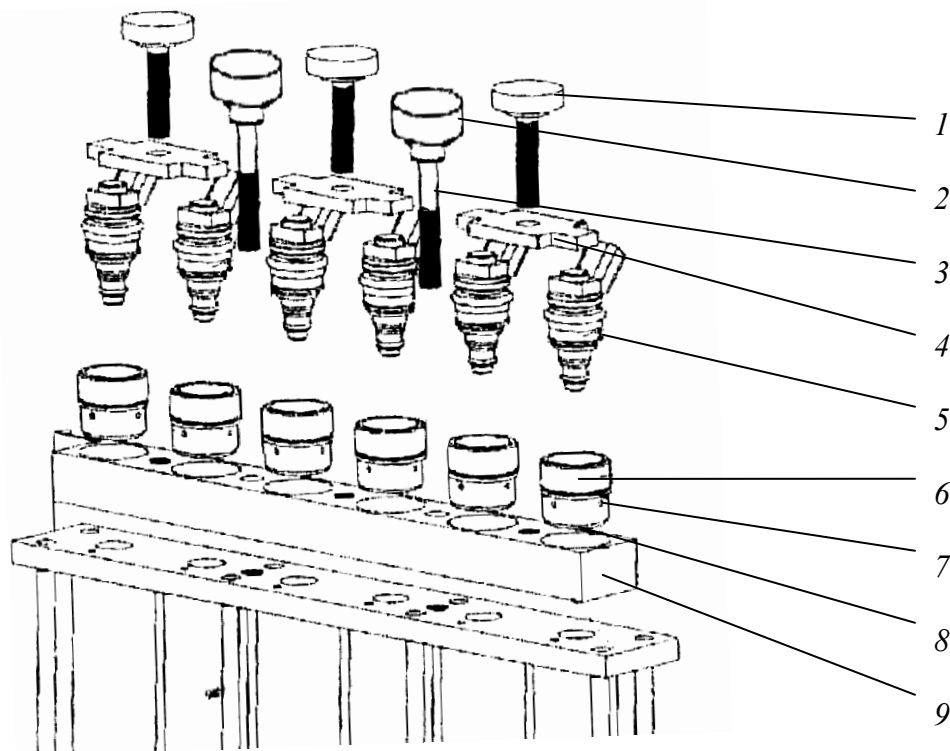

Рис. 7 Схема установки форсунок с боковой подачей топлива:
8.3.2. Форсунки с боковой подачей топлива устанавливаются в следующей последовательности (Опция) (см. рис.7):